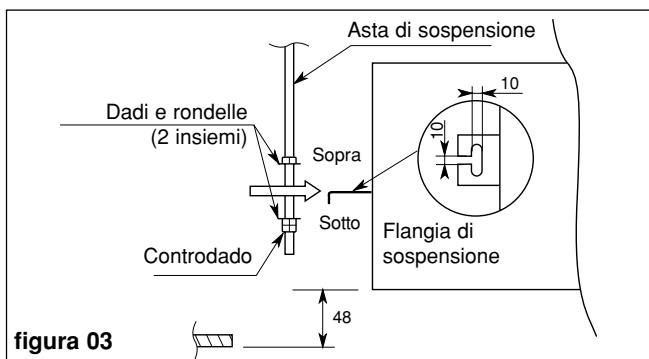

figura 03
- Collegare in sede l'unità utilizzando dadi e rondelle per fissarla sulle aste di sospensione (figura 03).